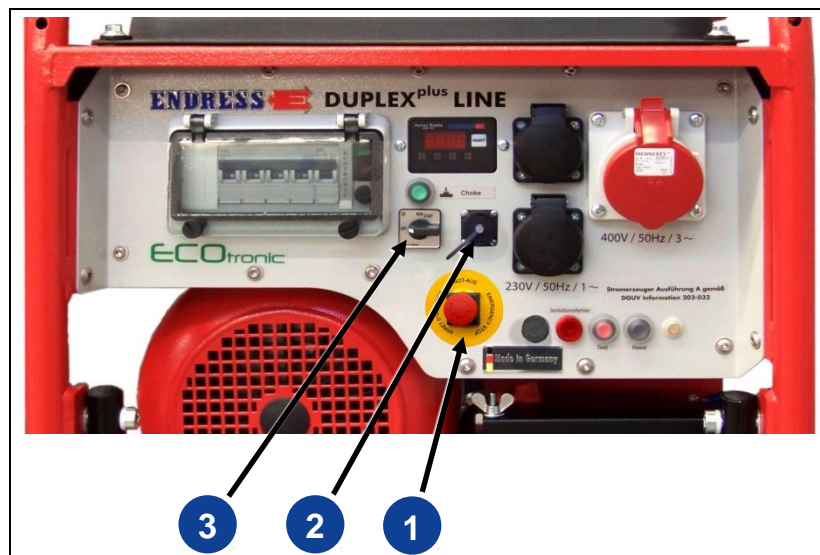

Fig. 5-3: Dispositivo de arranque remoto
1. Cerrar la tapa de protección de la toma del arranque remoto CPC (Fig. 5-3-(2)) en sentido antihorario.
1. ¡Desconectar el generador eléctrico (interruptor de arranque del motor (Fig. 5-3-(3)) en la posición "OFF"!
- El interruptor de arranque del motor (Fig. 5-3-(3)) está en la posición "OFF"
**ADVERTENCIA** Asegúrese de que el interruptor de arranque del motor (Fig. 5-3-(3)) del generador eléctrico permanece en la posición "OFF". De lo contrario, el circuito de mando del generador eléctrico permanece bajo tensión, lo que puede provocar que la batería de arranque se descargue.
En el modelo con dispositivo de arranque remoto, el generador eléctrico está equipado con una función de PARADA DE EMERGENCIA. De esta forma se garantiza que el generador eléctrico puede detenerse con el aparato en una situación de peligro o avería, siempre y con la mayor rapidez posible, a través del interruptor claramente marcado de PARADA DE EMERGENCIA (Fig. 5-3-(1)).
1. Accionar el pomo rojo del interruptor de PARADA DE EMERGENCIA (Fig. 5-3-(1)) presionando o golpeando.
1. Gire el pomo del interruptor de PARADA DE EMERGENCIA (*Fig. 5-3-(1)*), hasta que salte de la posición bloqueada.